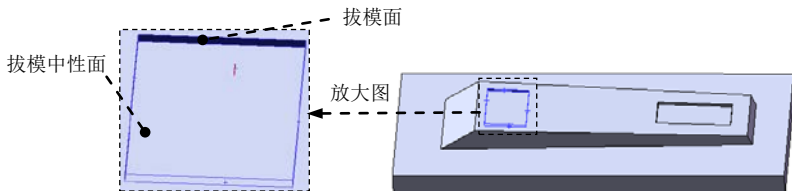

图 12.2.15 拔模参考面
(2) 定义拔模中性面。在 **中性面(N)** 区域的 中选取图 12.2.15 所示的表面作为拔模中性面。
(3) 定义拔模面。在 **拔模面(F)** 区域的 中选取图 12.2.15 所示的表面作为拔模面。
(4) 定义拔模参数。
① 定义拔模类型。在 **拔模类型(T)** 中选取 **中性面(N)** 单选项。
② 定义拔模角度。在“拔模”对话框中 **拔模角度(G)** 区域的 文本框后输入 10.0。
③ 定义拔模沿面延伸。在 **拔模面(F)** 区域的 **拔模沿面延伸(A):** 中选取 **无** 选项。
(5) 单击 按钮，完成拔模 3 的创作。